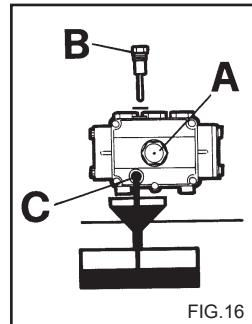

FIG.16
- 1) Skruva ur dränerings-pluggen som är placerad under pumpen (fig. 16 C).
- 2) Skruva ur locket med oljestickan (fig. 16).